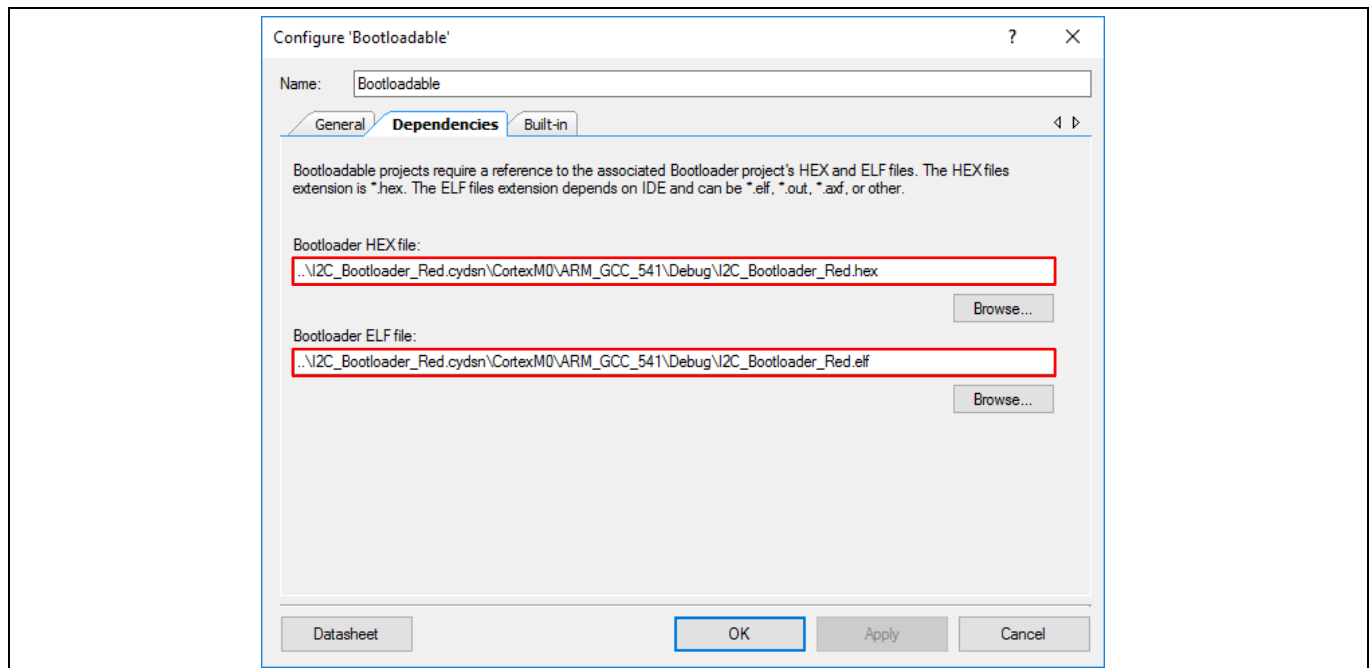

Figure 11 ブートローダブル コンポーネントの設定
ブートローダブル プロジェクトは常にブートローダ プロジェクトの .hex ファイルにリンクします。プロジェクトをリンクするためには、**Dependencies** タブに移動して、**Figure 11** に示すように、ブートローダブルを **I2C_Bootloader_Red.hex** ファイルにリンクします。ブートローダブル コンポーネント設定の詳細については、**Bootloadable Component datasheet** を参照してください。
- 13 ページの **Figure 11** に示すように、ブートローダブル コンポーネントをブートローダ プロジェクトにリンクします。